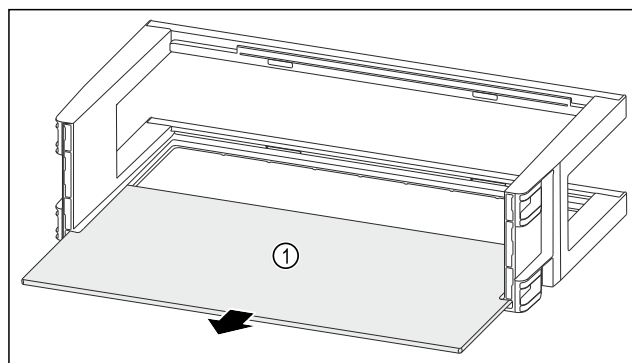

Fig. 91
- ▶ Rimuovere il ripiano Fig. 91 (1).